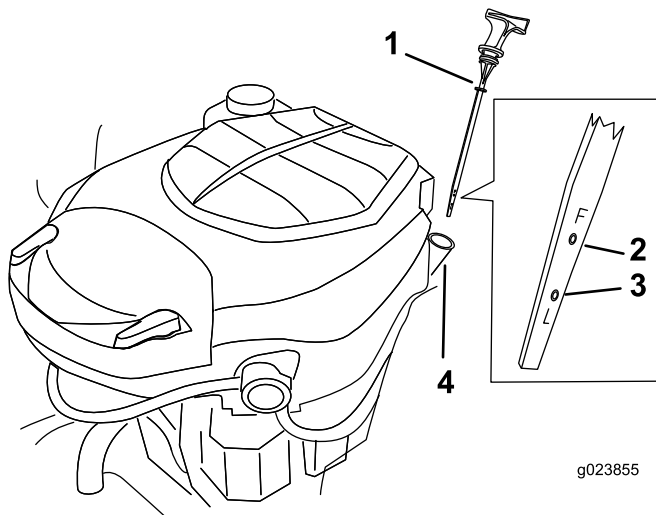

Figura 29
4. Retire la varilla de aceite y límpiela de aceite (Figura 29).
6. Retire la varilla y compruebe el nivel de aceite (Figura 29).
8. Retire el tapón de llenado/varilla de aceite (Figura 29).
18. Vierta lentamente un 80% aproximadamente de la cantidad especificada de aceite por el tubo de llenado (Figura 29).
19. Instale el tapón de llenado/varilla de aceite (Figura 29).
20. Compruebe el nivel de aceite (Figura 29).
22. Instale el tapón de llenado/varilla de aceite (Figura 29).